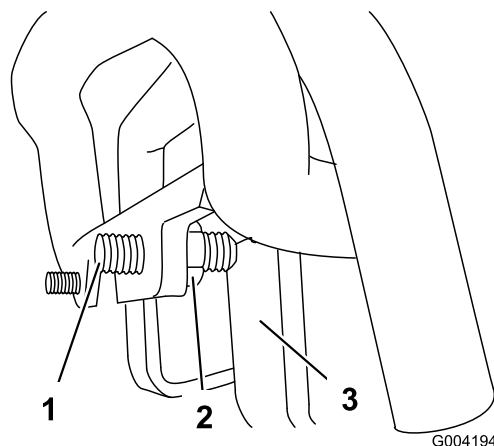

Figura 57
3. Dacă unitatea de tracțiune virează spre **stânga**, slăbiți piulița de blocare din **dreapta** și reglai urubul de fixare de urmărire din partea din față a comenzii tracțiunii (Figura 57).
4. Dacă unitatea de tracțiune virează spre **dreapta**, slăbiți piulița de blocare din **stânga** și reglai urubul de fixare de urmărire din partea din față a comenzii tracțiunii (Figura 57).